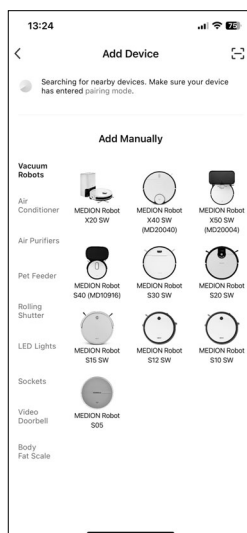

Fig. 2
- Sélectionnez dans la catégorie d'appareils **VACUUM ROBOTS** le modèle **MEDION Robot X50 SW (MD 20004)** (voir fig. 2).